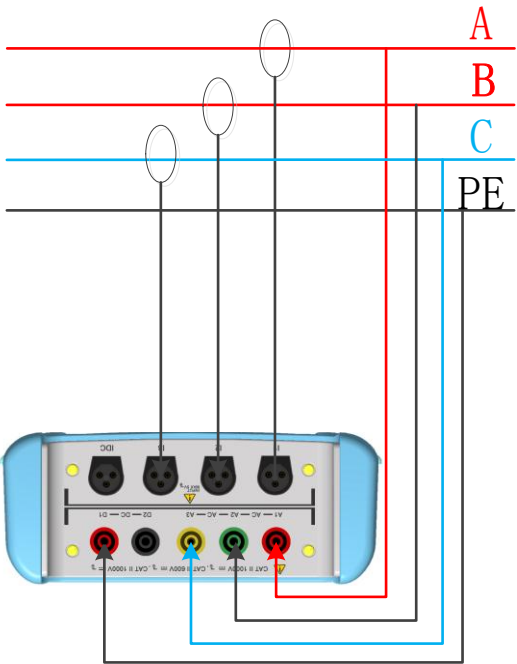

图 A-4
A.2.2 AC1+AC2+AC3+PE 如图 A-4 所示。